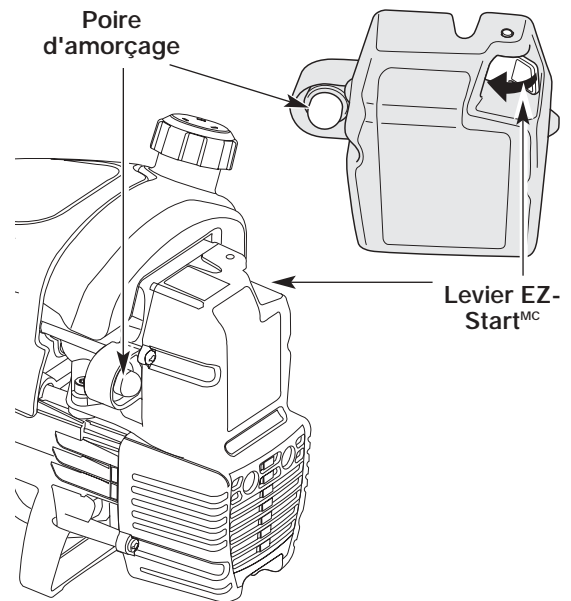

Figure 7
3. Enfoncez complètement la poire d'amorçage et relâchez-la lentement 10 fois de suite. Vous devriez voir du carburant dans la poire (Fig. 7). Si vous ne voyez rien, appuyez jusqu'à ce que le carburant apparaisse.
4. Poussez le levier EZ-Start^{MC} vers la gauche jusqu'à ce qu'il émette un déclic et se verrouille (Fig. 7).
6. Appuyez sur la manette des gaz pendant 5 à 10 secondes pour réchauffer le moteur. Le levier EZ-Start^{MC} devrait se dégager automatiquement (Fig. 7).